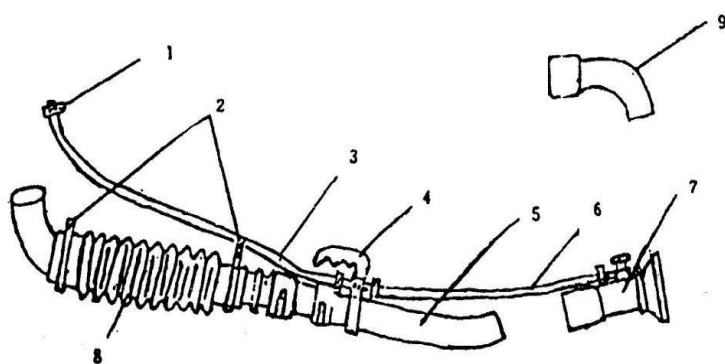

Fig. 4
1. Rondelă de etanșare 2. Conector 3. Capac de presiune 4. Conectați tubul de pulverizare la dispozitiv așa cum este arătat în fig. 4.